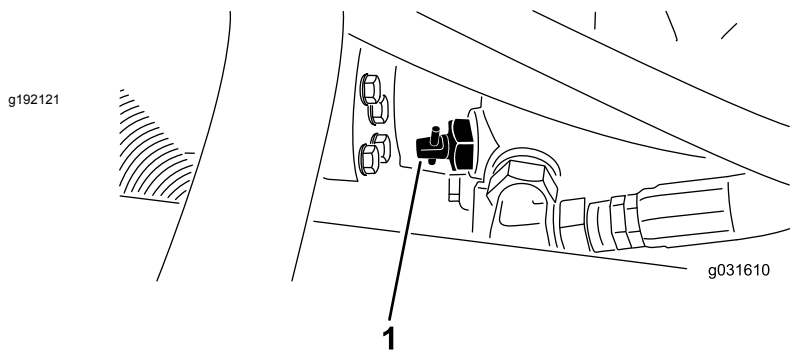

图 28
1. 找到泵上的旁通阀图 28 旋转 90° 1/4 圈以松开旁通阀。